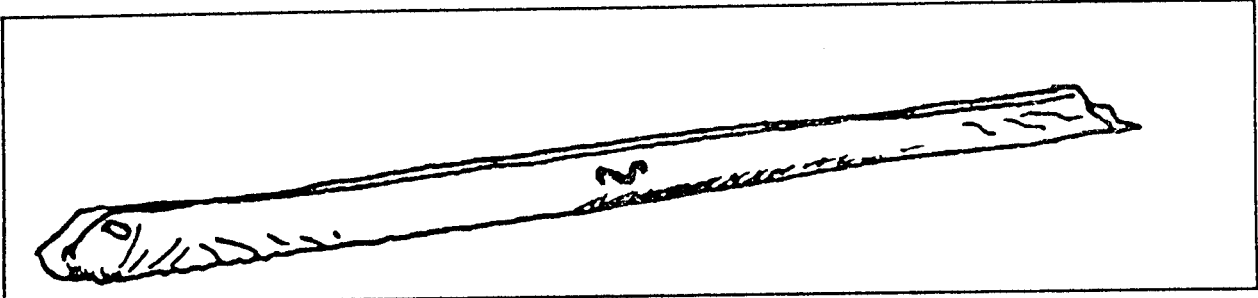

Figure 4
- 1) LEGE DEN PACKSACK AUF DEN BODEN, MIT DER NASE HANGAUFWÄRTS UND MIT DEM REIBVERSCHLUß NACH OBEN. (FIGURE 4).